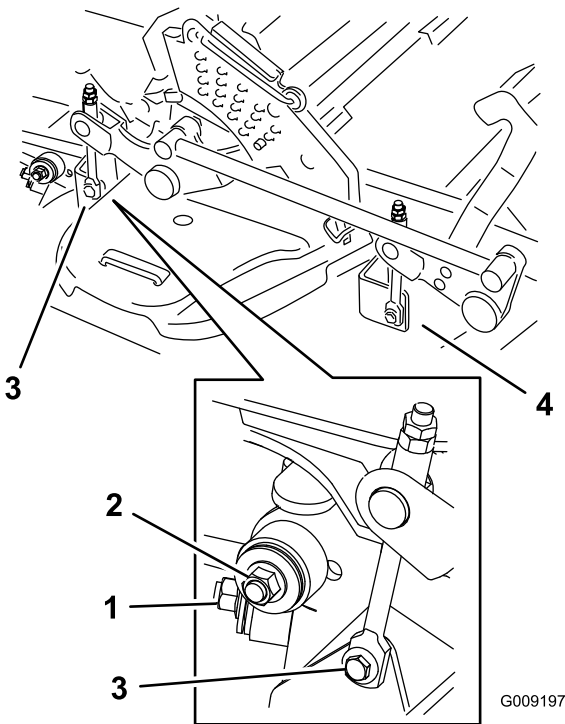
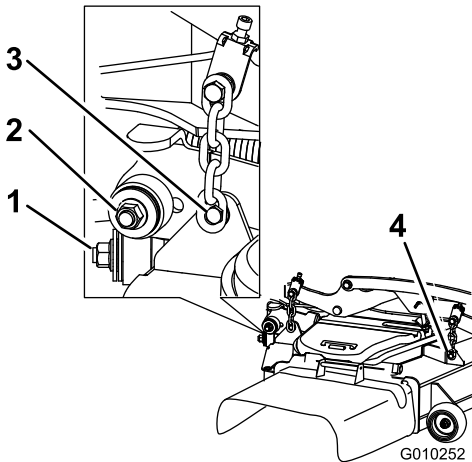

Figure 104
Figure 105
7. Enlevez et mettez de côté les fixations des deux côtés du tablier, comme montré à la Figure 104 ou Figure 105.